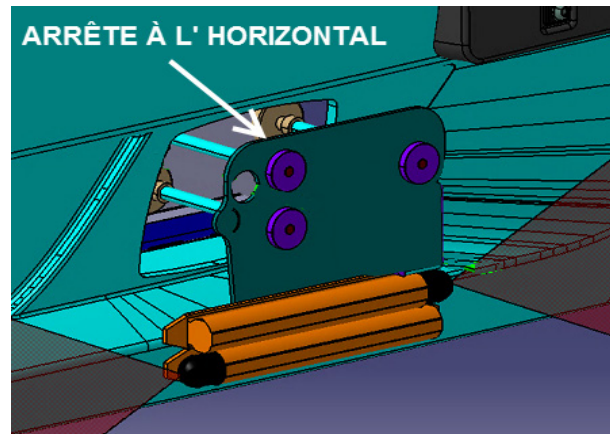

FIG.15
20. En passant par l'ouverture pratiquée dans la face avant du pare-chocs, fixer l'outil d'alignement sur la plaquette métallique de montage en utilisant les bases magnétiques aux bouts des 3 tiges (fig.15).